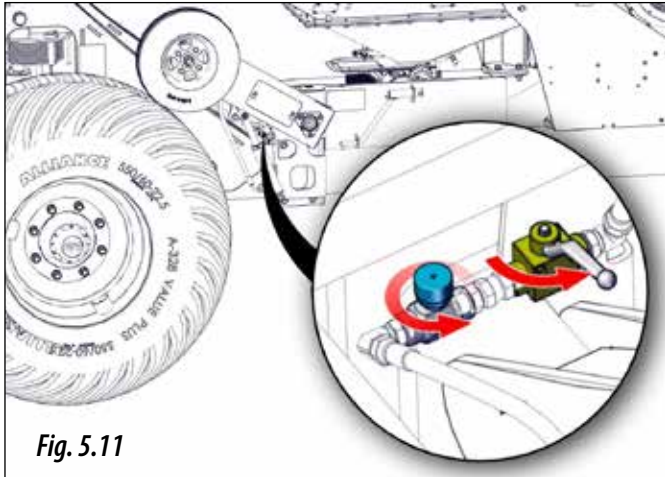

Fig. 5.11
**IMPORTANTE:** SEGÚN MODELO DE MÁQUINA, EN EL CASO DE DAR PRESIÓN HIDRÁULICA, Y NO SE LEVANTE LA RUEDA DE TRANSMISIÓN PERO SI LO HAGA EL EQUIPO DE SIEMBRA Y EL BORRAHUELLAS, COMPROBAR QUE LA LLAVE DE PASO Y EL ESTRANGULADOR UBICADOS AL LADO DE LA RUEDA DE TRANSMISIÓN ESTÉN ABIERTOS (FIG. 5.11).